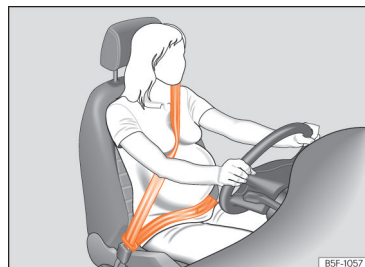

Fig. 25 Poziția centurii de siguranță în timpul sarcinii.
În cazul **femeilor însărcinate**, centura de siguranță trebuie să treacă uniform peste piept și cât mai jos posibil în zona pelviană, cu chinga dreaptă, astfel încât să nu apese pe abdomen; în plus, centura trebuie utilizată pe întreaga perioadă a sarcinii » fig. 25.
- În cazul femeilor însărcinate, partea abdominală a centurii de siguranță trebuie să treacă cât mai jos posibil în zona pelviană, sprijinindu-se plat pe abdomen și „înconjurând” abdomenul » fig. 25.